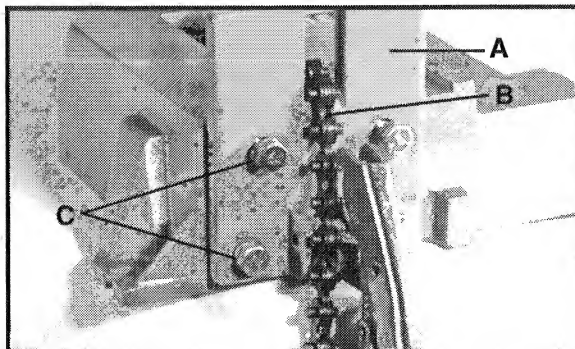
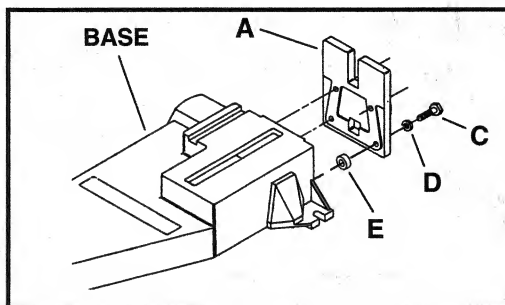

Fig. 4
Fig. 4A
4. Posicione el conjunto de abrazadera y tope-guía (A), Fig. 4, en la parte delantera de la base y pase la cadena (B) hacia arriba a través de la ranura de la superficie de trabajo de la manera que se muestra en la ilustración. Fije el conjunto de abrazadera y tope-guía a la parte delantera de la base utilizando los cuatro pernos de $\frac{5}{16}$ " x 1" de longitud (C), Fig. 4A, arandelas de seguridad de $\frac{5}{16}$ " (D) y separadores de $\frac{1}{4}$ " de grosor (E). Apriete firmemente los pernos.